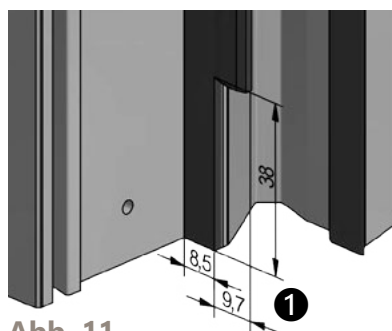

Abb. 11
1. Mitteldichtung am Profil ausklinken (Abb. 11)